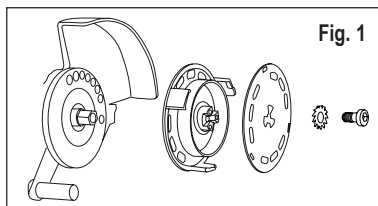
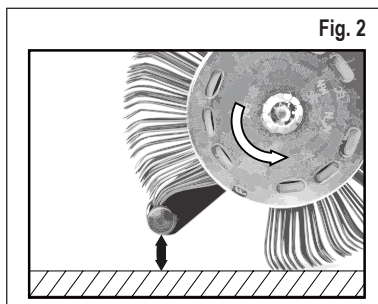

Fig. 1
Fig. 2
- Interrompere l'alimentazione di corrente e poi fissare all'utensile il nastro Die Blaster® da 11 mm in modo appropriato con il rispettivo sistema di supporto **AS-012** (fare attenzione al senso di rotazione) e la prevista vite e rosetta elastica dentata a ventaglio. Vd. Fig. 1 e Fig. 2
- State utilizzando un nastro nel senso di rotazione errato? – Orientate il nastro spazzole in modo tale che scorra nella direzione prevista (vd. Cap. 6, Messa in funzione, Fig. 2).